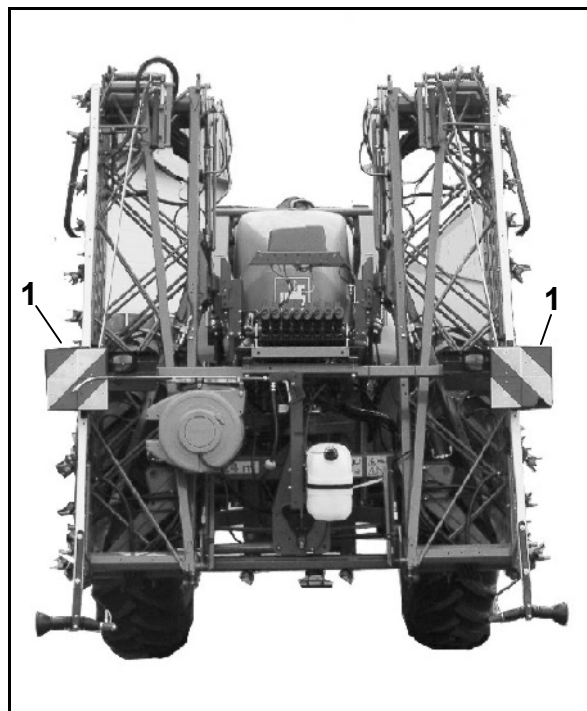

Fig. 72
- Belysning bakåt (Fig. 72/ 1),